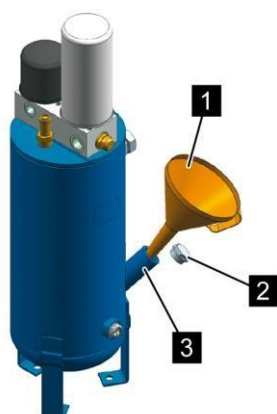

Рис. 45: Заливной штуцер
8. При помощи воронки (Рис. 45/1) залейте охлаждающую жидкость до заливной кромки заливного штуцера (Рис. 45/3).
10. Вставьте резьбовую пробку заливного отверстия (Рис. 45/2) и затяните ее ☞ Приложение В «Моменты затяжки винтов» на странице 153.